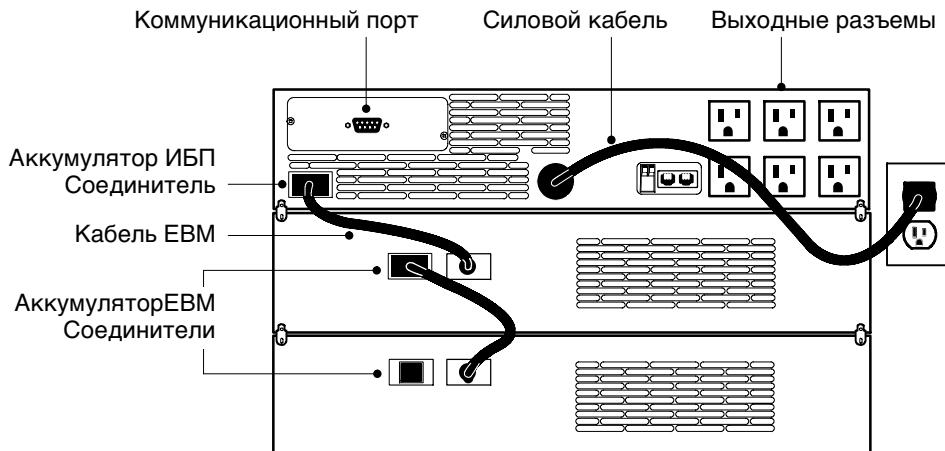

Рисунок 8. Типичная установка ИБП (для модели 120В)
В следующих шагах описывается установка ИБП. Рисунок 8 показывает типичную установку. О задней панели каждой модели см. раздел “Задние панели ИБП” на стр. 14.
5. Подсоедините кабель EBM к соединителю аккумулятора на задней панели ИБП (см. Рисунок 8).